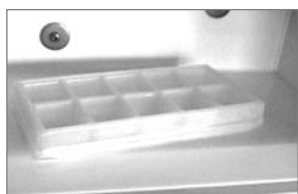

Fig. 32
- Per i modelli con accensione a batteria, mettere il selezionatore di alimentazione **A** sulla posizione di "OFF". L'apparecchio è spento (Fig. 32).